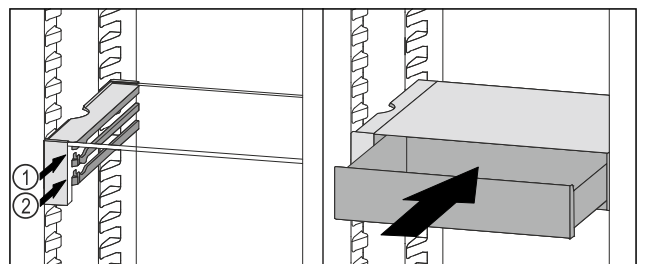

Fig. 70
- ▶ VarioSafe-Schubfach hinter den Stopperrn auf gewünschter Rippe *Fig. 70 (1)* oder *Fig. 70 (2)* aufsetzen.